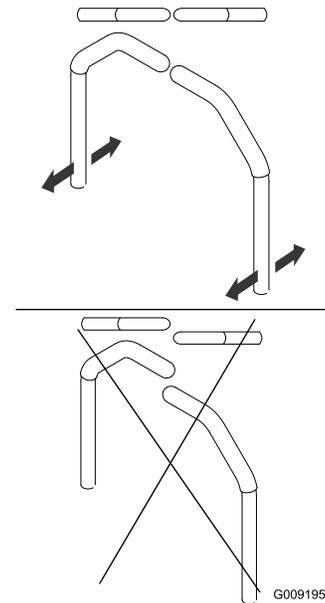

Bild 65
4. Fluchten Sie die Hebel in Längsrichtung aus. Bringen Sie die Hebel zuerst in der NEUTRAL-Stellung zusammen und schieben Sie die Hebel dann so lange, bis sie ausgefluchtet sind. Ziehen Sie dann die Schrauben an (**Bild 65**).